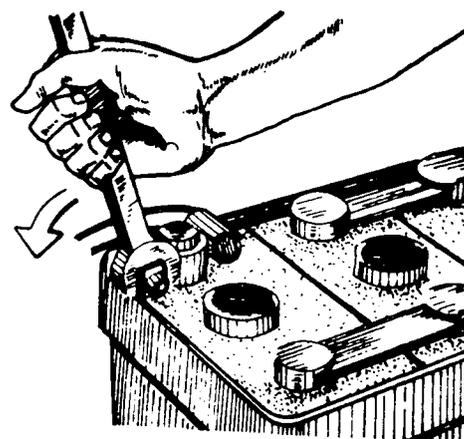

Fig. 1
- c Afrouxe as porcas e os parafusos que fixam os terminais (fig. 1)